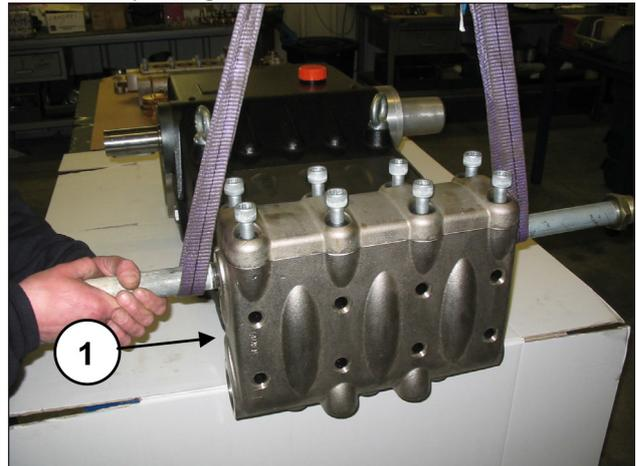
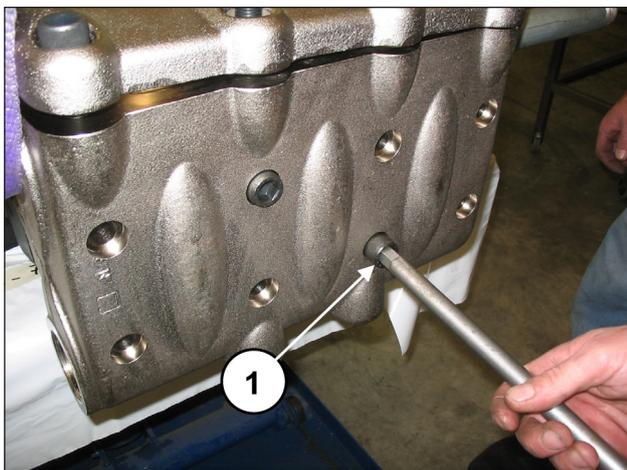

Fig. 134
Fig. 135
Monter la tête sur le carter de pompe (rep. ①, Fig. 134) en ayant soin de ne pas heurter les pistons puis visser les 8 vis M16x150 (rep. ①, Fig. 135).
**Serrer les 8 vis M16x150 en partant des 4 vis internes et en les croisant (voir Fig. 135), puis passer aux 4 vis externes, toujours en croix.**